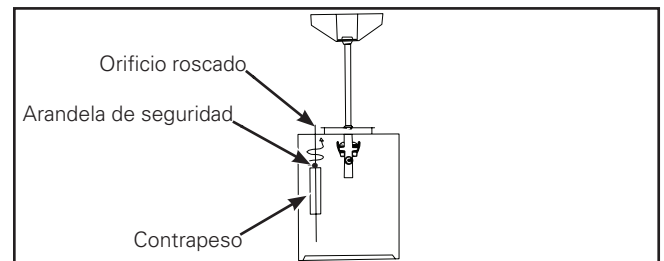

Figura 2.
6. Coloque la arandela de seguridad por encima del extremo roscado del contrapeso. Atornille el contrapeso a la parte superior del alojamiento. (Figura 2.)